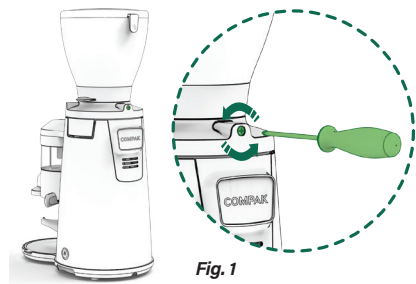

Fig. 1
**11.3.1.** Apagar el molino asegurándose que el interruptor de alimentación principal (13) está en la posición **OFF**. Desconectar el enchufe de la fuente de electricidad y aflojar el tornillo de seguridad de la tolva (3) utilizando un destornillador Phillips como se puede ver en (Fig. 1).